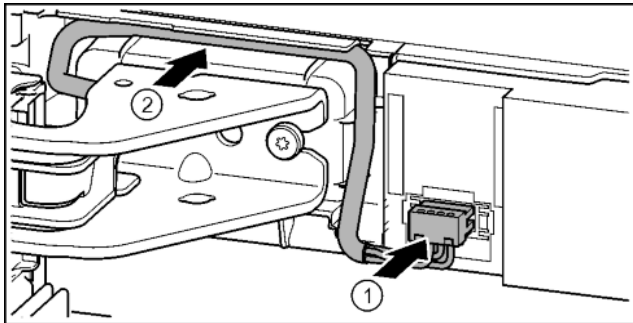

Fig. 37
- ▶ Zaklapnite zástrčku nad hornou ložiskovou konzolou a vodiče kábla opatrne vložte do kanála. *Fig. 37 (1)*
- ▶ Sivý kábel opatrne položte do vedenia nad hornou ložiskovou konzolou. *Fig. 37 (2)*